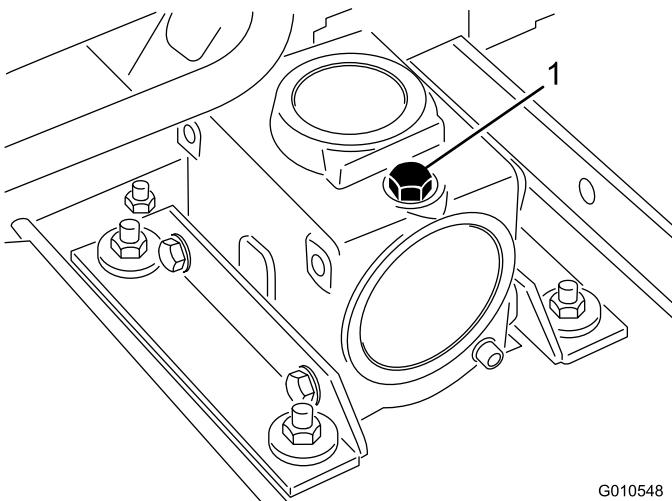

図 16
- マシンとカッティングユニットを平らな場所に駐車させ、カッティングユニットを降下させる。ギアボックスの上部についているディップスティック兼給油プラグ（図 16）を取り、オイルの量が、ディップスティックについている2本のマークの間にあることを確認する。油量が少なければ、SAE 80-90 wt. ギア用潤滑油を 2 本のマークの中間まで補給する。代替品として、SAE 80-90 wt. 合成ギア潤滑油を使用することができます。